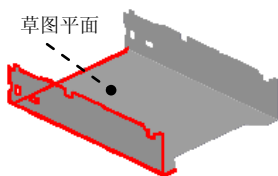
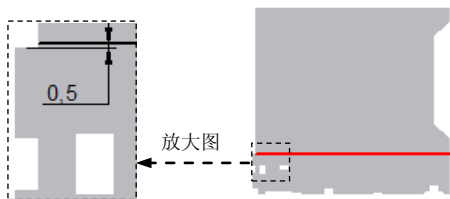

图 8.8.22 折弯特征 2
图 8.8.23 绘制折弯线
Step9. 创建图 8.8.22 所示的折弯特征 2。
(1) 选择命令。单击“主页”功能选项卡“钣金”工具栏中的  折弯 按钮。
(2) 绘制折弯线。选取图 8.8.22 所示的模型表面为草图平面，绘制图 8.8.23 所示的折弯线。